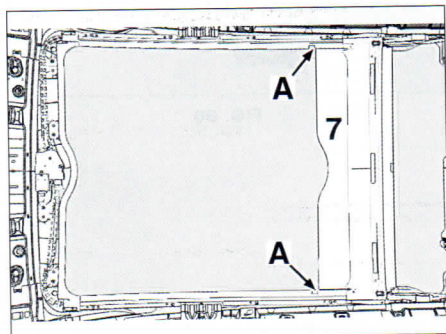

FIG. 69
Colocar el mando (3) en la posición 8 de apertura, para que la trampilla (7) se ponga en A (fig. 69).